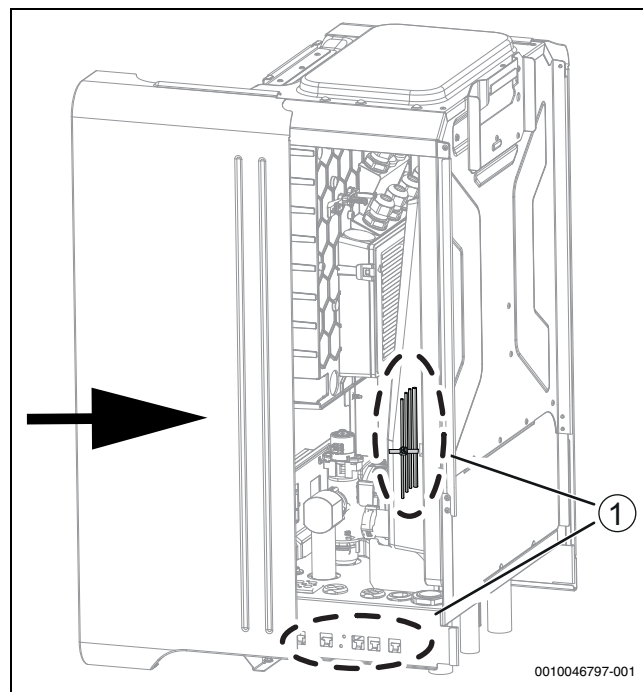

Fig. 35 Faites glisser le couvercle latéral en place
- Assurez-vous qu'aucun câble n'est coincé entre le capot latéral et la structure (→ Figure 35 [1]).